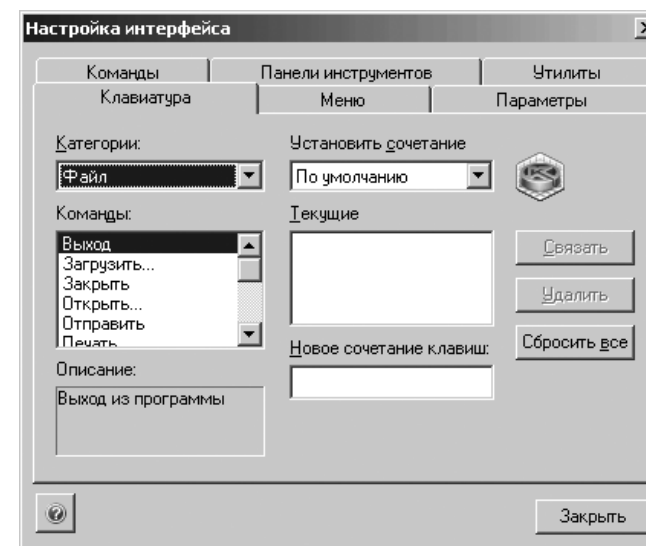

Рис. 9.58. Диалоговое окно **Настройка интерфейса** с открытой вкладкой **Клавиатура**
- щелкните в диалоговом окне **Настройка интерфейса** по вкладке **Клавиатура**. Откроется вкладка **Клавиатура** (рис. 9.58).